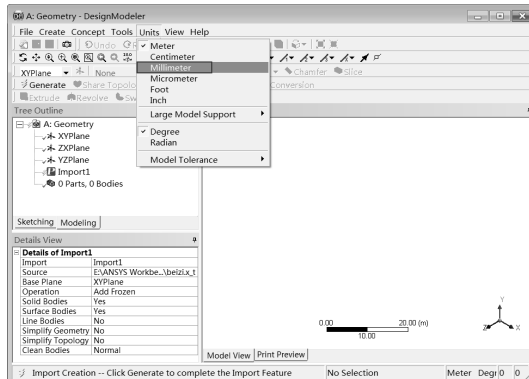

图 15-5 生成前的 DesignModeler 界面
Step3 : 双击项目 A 中的 A2 Geometry 选项, 此时会进入 DesignModeler 界面, 选择 Millimeter 选项。此时设计树中 Import1 前显示⚡, 表示需要生成, 图形窗口中没有图形显示, 如图 15-5 所示。